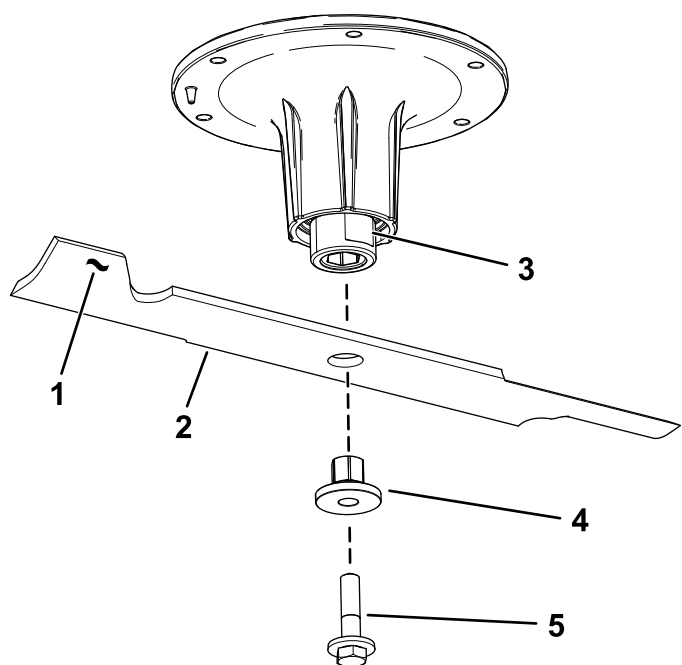

Figura 82
2. Retire a cavilha da lâmina, o casquilho, e a lâmina do eixo (Figura 82).